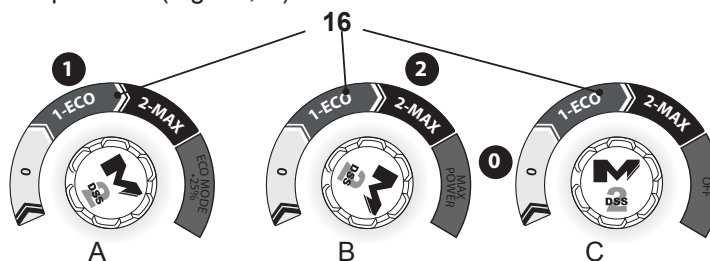

Fig. 18
1. Ponga el interruptor de encendido/apagado (16) en su posición "1" para arrancar el producto y hágalo funcionar en **ECO MODE (MODO ECO)** (baja velocidad) (Fig. 18, A). El ECO MODE (MODO ECO) puede ahorrar hasta un 25 % de consumo de energía.
2. Ponga el interruptor de encendido/apagado (16) en su posición "2" para arrancar el producto y hágalo funcionar en **MAX POWER (POTENCIA MÁXIMA)** (alta velocidad) (Fig. 18, B).
3. Ponga el interruptor de encendido / apagado (16) en su posición "0" para apagar el producto (Fig. 18, C).